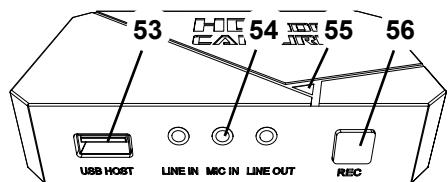

Рис. 35
- ⇒ Нажмите кнопку REC (56, рис. 35) на видеомагнитфоне HDMI.
- ◆ Светодиодный индикатор (55, Рис. 35) загорается красным.
С помощью прилагаемой гарнитуры во время записи можно снабдить видеозаписи комментариями. Вставьте кабель микрофона гарнитуры (розовый штекер) в гнездо MIC IN (54, Рис. 35) (розовая маркировка).